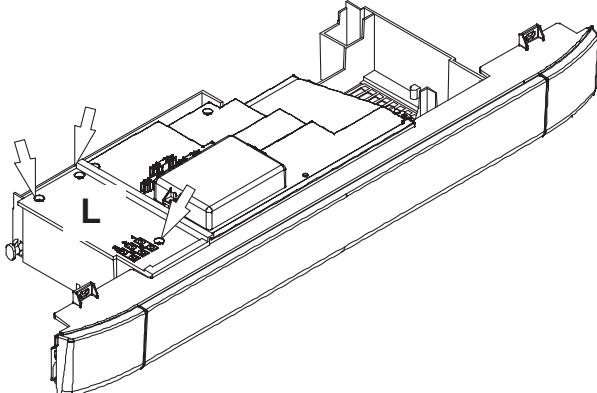

рисунок 5.12
- Ослабьте винты L и снимите сервисную панель (рисунок 5.12).